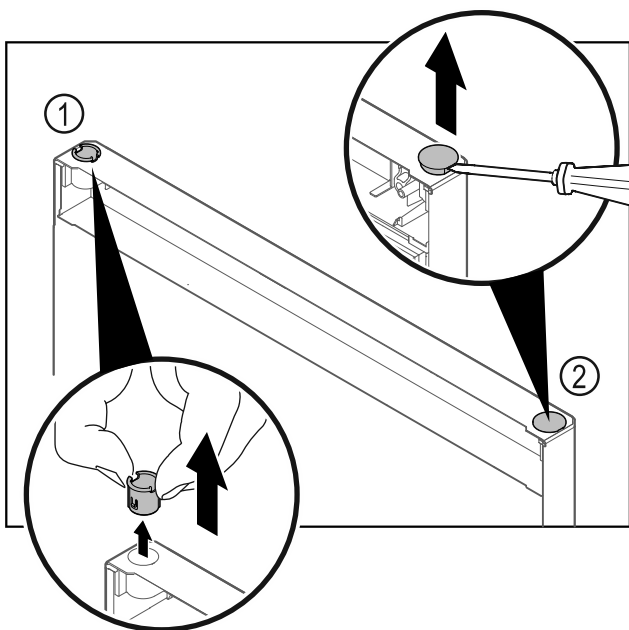

Fig. 27
- ▶ Extrageți bușca balamalei Fig. 27 (1) cu degetele.
- ▶ Ridicați dopul de acoperire Fig. 27 (2) cu precauție cu o șurubelniță dreaptă și extrageți-l.